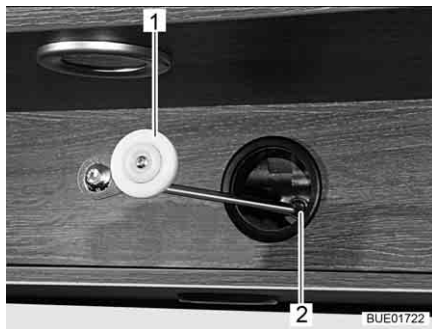

Fig. 112 Manejo mecánico, accionamiento
- Insertar la manivela (Fig. 112,1) entregada o una llave Allen en el alojamiento en el motor (Fig. 112,2).